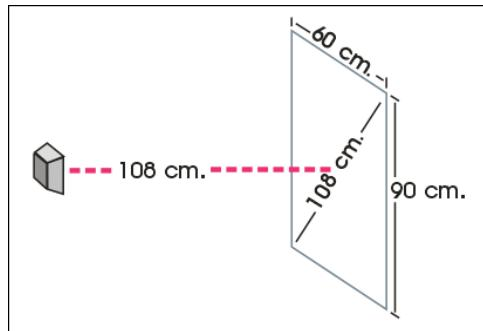

Imagen 228_01
- Entonces el foco o lámpara no debe ser ubicada a menos de 108 cm del centro del vidrio (Imagen 228_01).